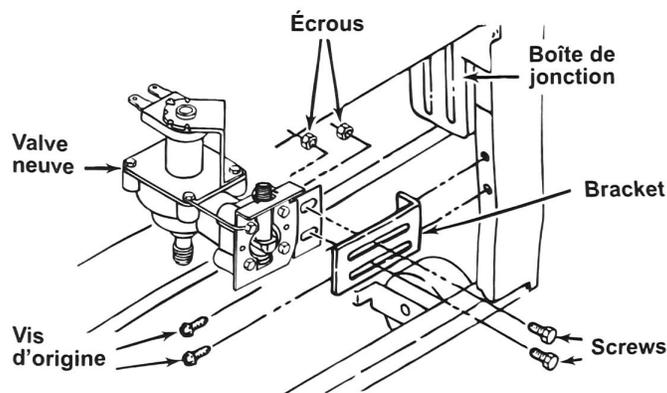

Figure 8
14. Dans le cas des valves montées à l'horizontale, poser le support et la valve d'eau neuve comme il est illustré à la Figure 8.
15. Poser le support à l'aide de deux (2) des vis d'origine, comme il est illustré à la Figure 8.
16. Poser la valve neuve à la verticale, comme il est illustré à la Figure 8, à l'aide de deux écrous et de deux vis.